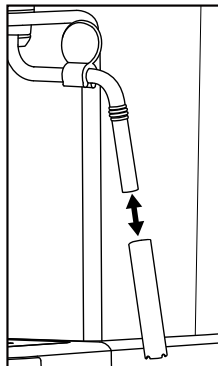

Figura 1
- 1) Așezați un recipient gol sub dispozitivul de spumare a laptelui ⑩.
- 2) Rotiți butonul pentru reglarea aburului ⑦ direct după utilizare pe „☁/💧” și lăsați să se emane abur timp de câteva secunde.
- 3) Rotiți butonul pentru reglarea aburului ⑦ pentru a-l închide (rotiți-l până la limită, în direcția „●”), opriți aparatul și scoateți ștecărul din priză.
- 5) Scoateți învelișul dispozitivului de spumare a laptelui ⑩ (figura 1) și curățați-l cu atenție în apă caldă.
- 7) Împingeți la loc învelișul pe duză (figura 1).